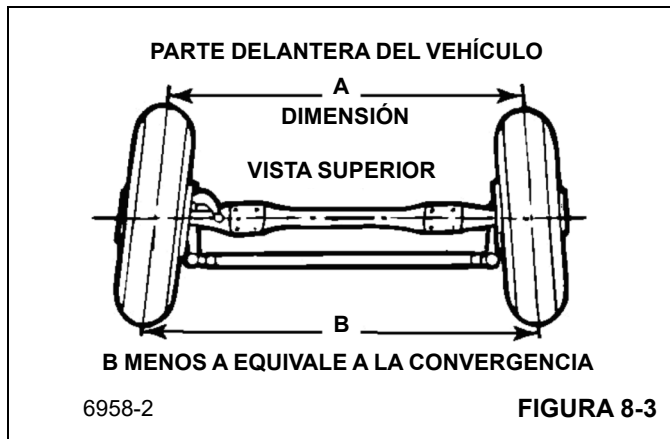

FIGURA 8-3
La convergencia (Figura 8-3) es tener las ruedas de un eje de dirección más cercanas en la parte frontal que en la trasera. La convergencia es necesaria tanto para el desgaste uniforme de los neumáticos como para evitar que las ruedas zigzagueen de un lado a otro.
- Para obtener la medición de convergencia, reste la distancia medida entre las partes delanteras de los neumáticos de la distancia medida entre las partes traseras de los neumáticos, como se muestra en la (Figura 8-3).
- Repita los pasos 1 al 8 para revisar las dimensiones de convergencia, como se muestra en la (Figura 8-3).